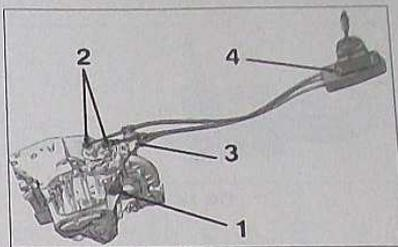

FIG. 10
• Par le passage de roue gauche, déposer la vis de fixation (1) du câble de marche arrière et le dégager (Fig.10).
- désaccoupler les câbles de sélection et de passage des vitesses (2), en utilisant un levier approprié (outil Peugeot 0216-G1).
- déposer le support des câbles de commande des vitesses (3) sur la boîte.
- désaccoupler les câbles de sélection et de passage des vitesses (2), en utilisant un levier approprié (outil Peugeot 0216-G1) (Fig.10).